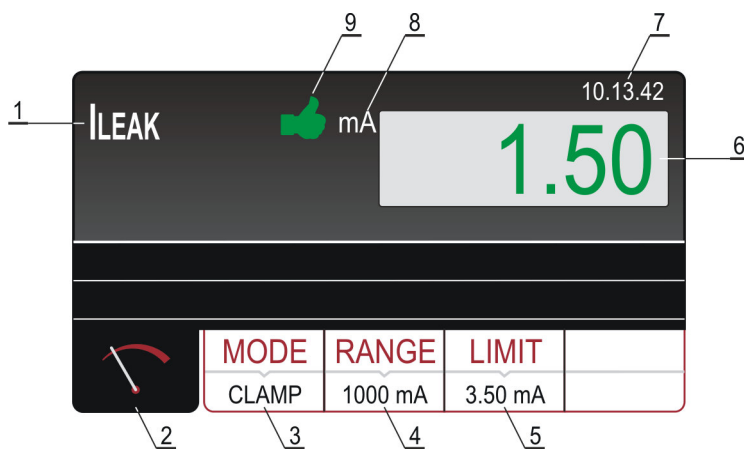

Abb. 42: Bildschirmseite mit den Testergebnissen ILEAK im Modus ZANGE
- 7) Starten Sie die Messung durch Drücken der **START/STOP** Taste. Die Messung wird durch ein erneutes Drücken der **START/STOP** Taste aktiviert/deaktiviert. Das Testergebnis wird grün angezeigt wenn es niedriger oder gleich oder rot angezeigt wenn es höher ist als der eingestellte Grenzwert. Das Endergebnis wird zusammen mit dem grünen Symbol  und einem kurzen Signalton (Ergebnis OK) oder zusammen mit dem roten Symbol  und einem längeren Signalton (Ergebnis NICHT-OK) angezeigt. Die Abbildung 42 zeigt ein Beispiel der Bildschirmseite mit den Messergebnissen.